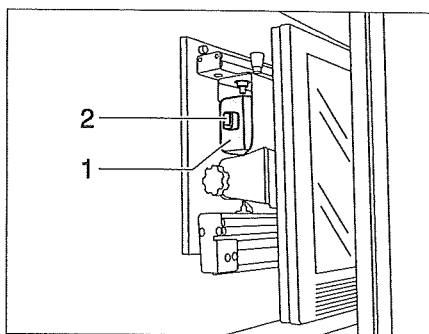

Bild 5 Fäste i TV-skåp
- Skjut in fästet för den platta bildskärmen med handtaget (Bild 5,1) tills spärren (Bild 5,2) hakar i.